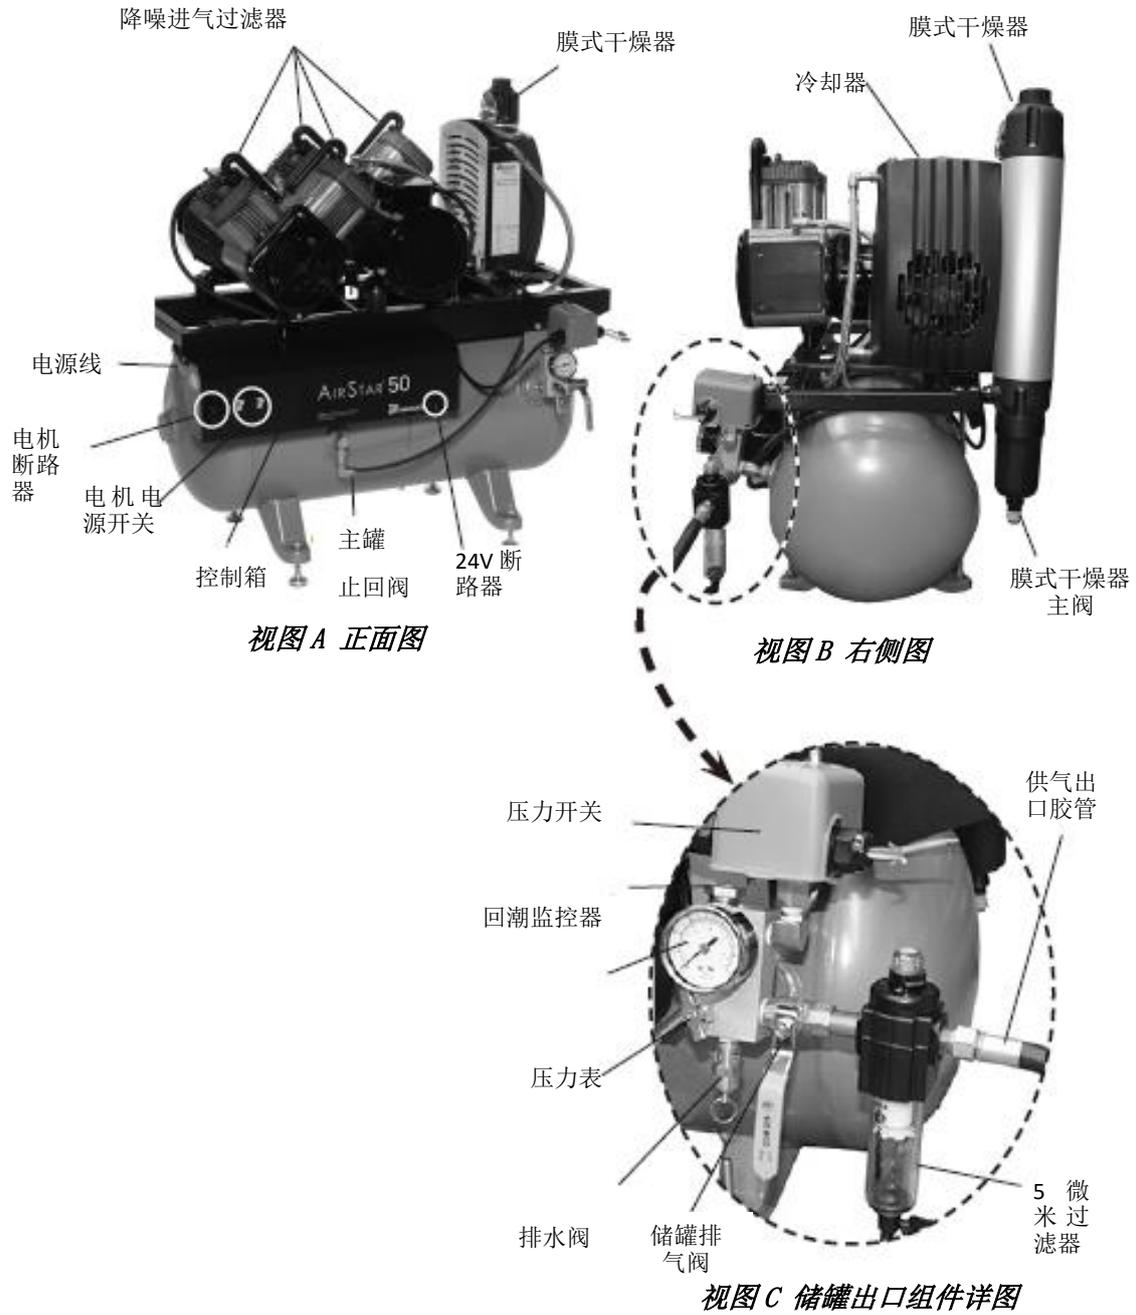

图1 AirStar 部件位置
- **管道连接:** 储罐出口组件(见图 1, 视图 A), (储罐的干燥空气出口)通过 3/8”F.N.P.T. 切断阀和 6 英尺长压力胶管 (提供) 与手术空气系统连接。